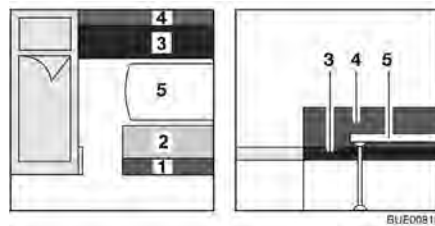

Fig. 92 Antes de la transformación
- Transformar la mesa (Fig. 92,5) en base de cama (véase apartado 6.11).
- Retirar los cojines del respaldo (Fig. 92,1 y 4) y los cojines del asiento (Fig. 92,2 y 3).